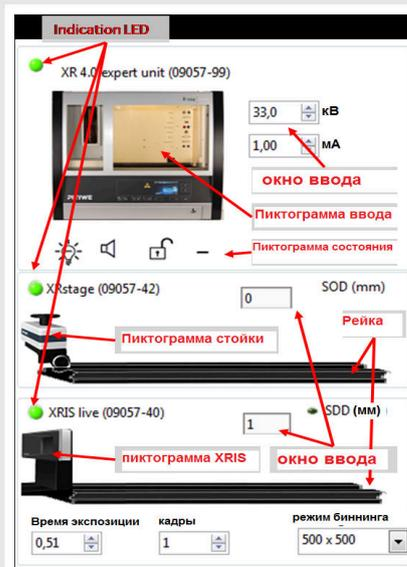

Рис. 3: Часть интерфейса программного обеспечения
- Запустите программу `measureCT`. На экране отобразится виртуальная рентгеновская установка, поворотный столик и детектор. Зеленый светодиодный индикатор слева от каждого компонента указывает на то, что его присутствие было обнаружено (рис.3).
- Вы можете изменить высокое напряжение и ток рентгеновской трубки в соответствующих окнах ввода или вручную на установке (рис. 3).
- При нажатии на пиктограмму установки можно получить дополнительную информацию о ней (рис. 3)
- Пиктограмма состояния указывает на состояние устройства и может также использоваться для управления устройством, например включения и выключения света или рентгеновских лучей (рис. 3).
- Положение цифрового детектора можно отрегулировать в соответствии с его реальным положением, перемещая пиктограмму XRIS или вводя правильное значение в окно ввода. (Рис. 3).